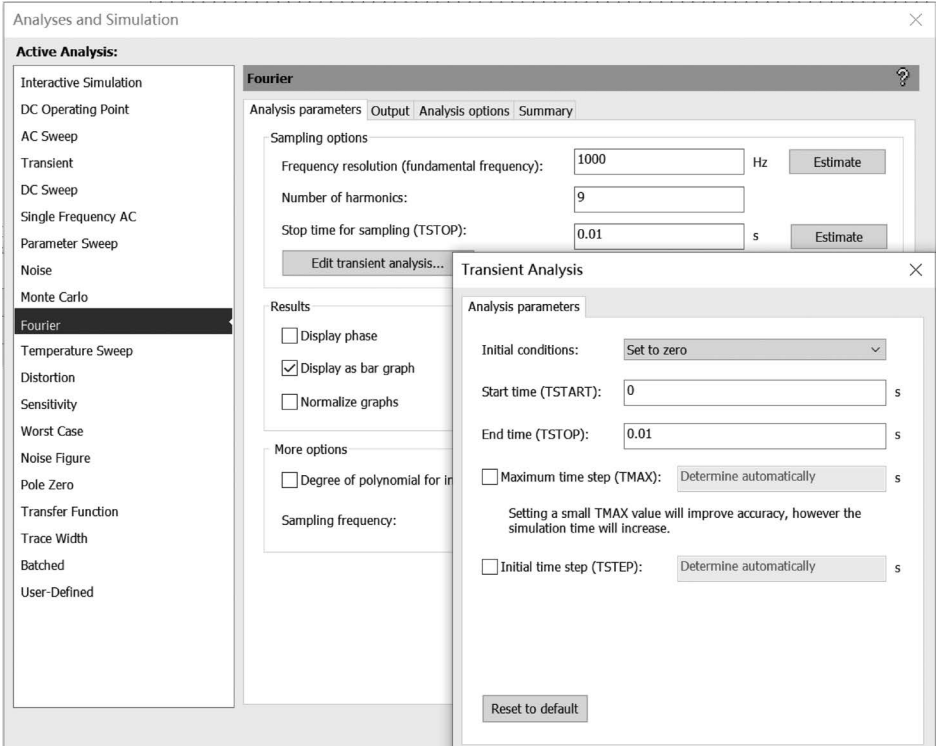

图 5.5.3 设置 Analysis parameters 选项卡的参数
(2) 单击 Simulate/Analyses and Simulation/Fourier 命令,打开 Fourier 对话框如图 5.5.3 所示,在 Analysis parameters 选项卡中设置仿真参数。